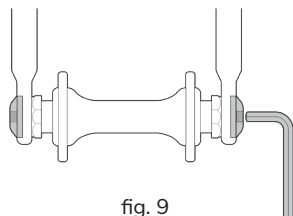

fig. 9
- Een holle as, waardoor een staaf loopt met aan één kant een moer en aan de andere kant een passing voor een inbussleutel, een sluihendel of ander span-instrument (doorgaande bout). (Fig 9)
3. Als uw fiets is voorzien van een voorwielvergrendeling met een met doorgaande bout of wielmoerbevestiging (fig. 9 en 10), draai de bevestigingsbouten of -moeren enkele slagen tegen de wijzers van de klok in met een passende sleutel, of gebruik de hendel. Ga verder met stap (4).